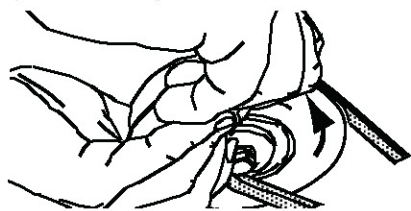

Figure 55
9. Tirez sur le côté droit de la courroie et placez le côté plus étroit en forme de « V » de la courroie dans la poulie de la prise de force. Voir Figure 55.